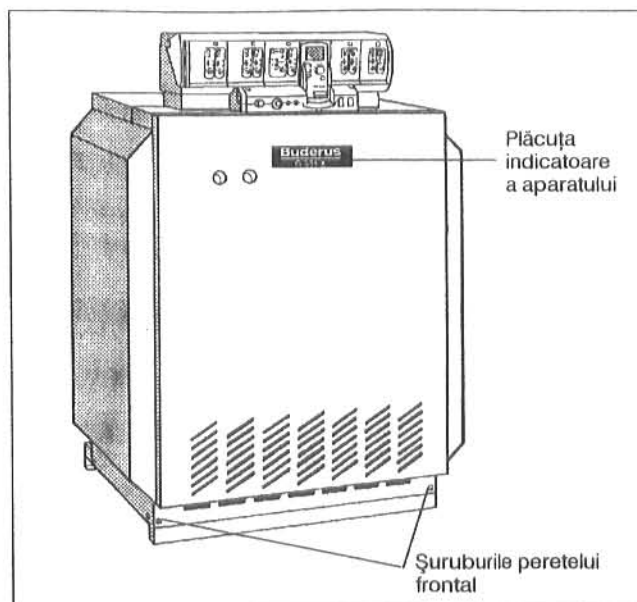

Fig. 35: G334 XZ
- Peretele frontal se fixează sus iar jos se înșurubează cu șuruburile de siguranță (Fig. 35).
- Plăcuța indicatoare a aparatului se lipește pe peretele din față (Fig. 35).